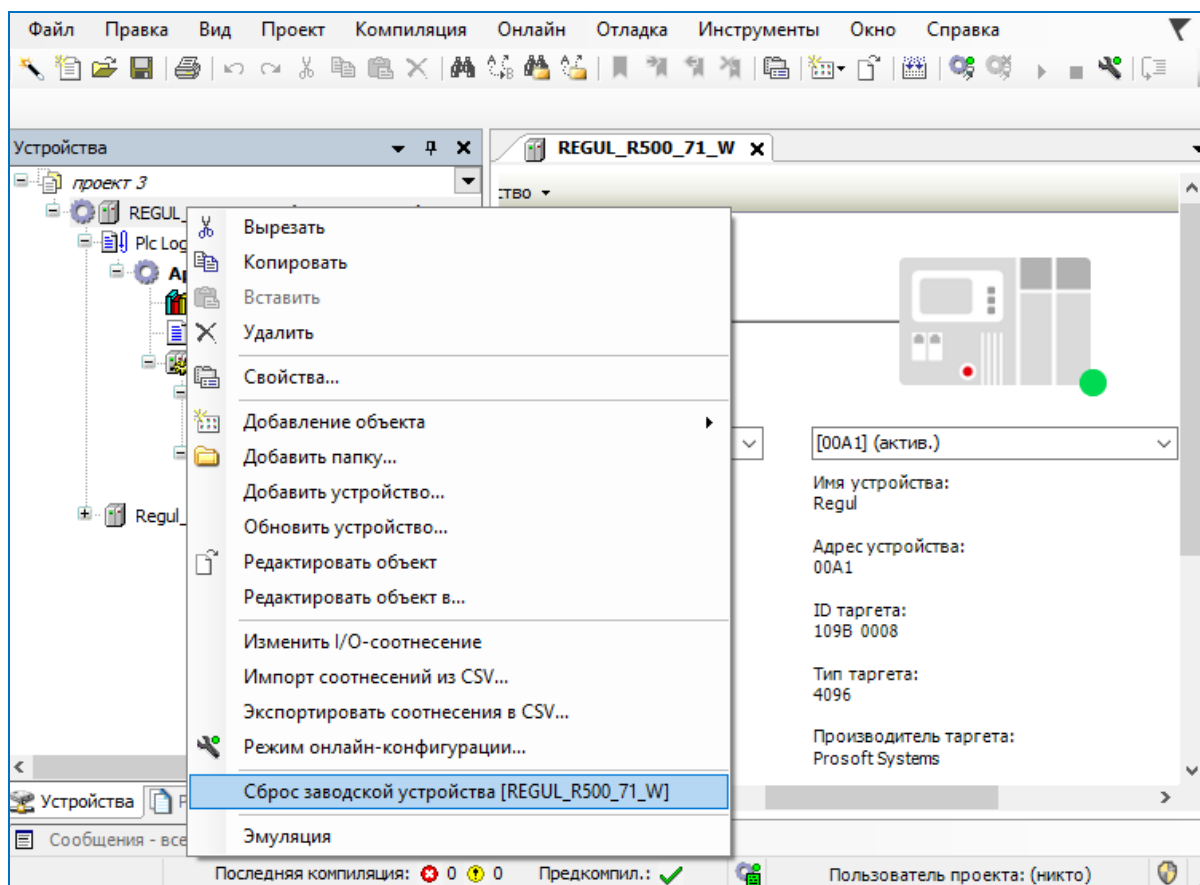

Рисунок 128 – Контекстное меню устройства
- в окне дерева устройств поместите курсор на название контроллера **REGUL...**, нажмите правую кнопку мыши (Рисунок 128);